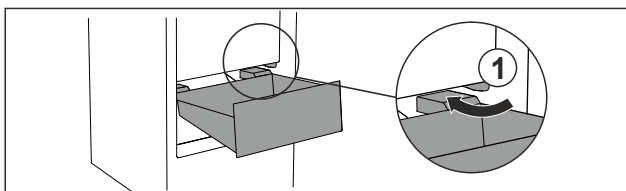

Fig. 87
- ▶ Umetnite ladicu koso oko zaustavljača Fig. 87 (1).